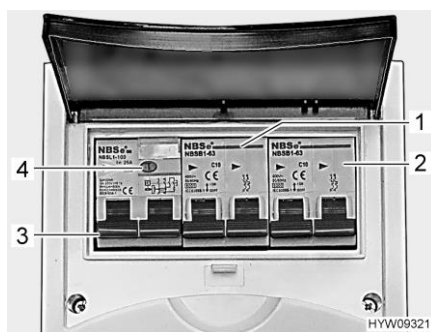

Fig. 146 Interruttore di sicurezza e interruttore automatico FI (scatola dei fusibili a 230 V)
Un interruttore di sicurezza per correnti di guasto (interruttore automatico FI) (Fig. 146,3) nella scatola dei fusibili protegge l'intero veicolo da correnti di guasto (30 mA).
L'interruttore di sicurezza collegato in serie (10 A) (Fig. 146,1) protegge le prese da 230 V, la centralina elettrica, il caricabatteria supplementare e il frigorifero.
Per veicoli con accessori opzionali, p. es. l'impianto di climatizzazione a tetto, un ulteriore interruttore di sicurezza (16 A) (Fig. 146,2) protegge l'apparecchio.
- Se il veicolo è collegato all'alimentazione a 230 V, premere il tasto di controllo (Fig. 146,4). L'interruttore di sicurezza per correnti di guasto (FI) deve scattare.